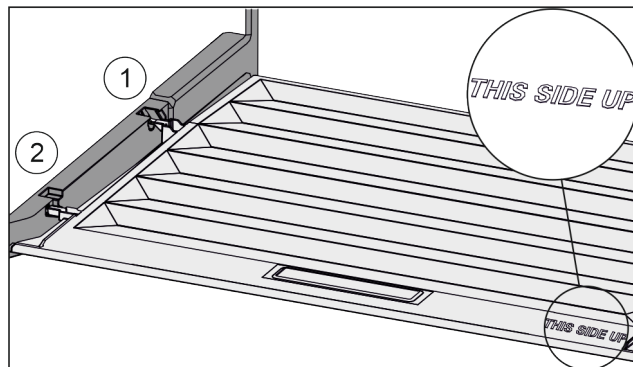

Fig. 55
- ▶ Sätt in lockbygeln över öppningen för den bakre hållaren Fig. 55 (1) och fäst den framtill i hållaren Fig. 55 (2).